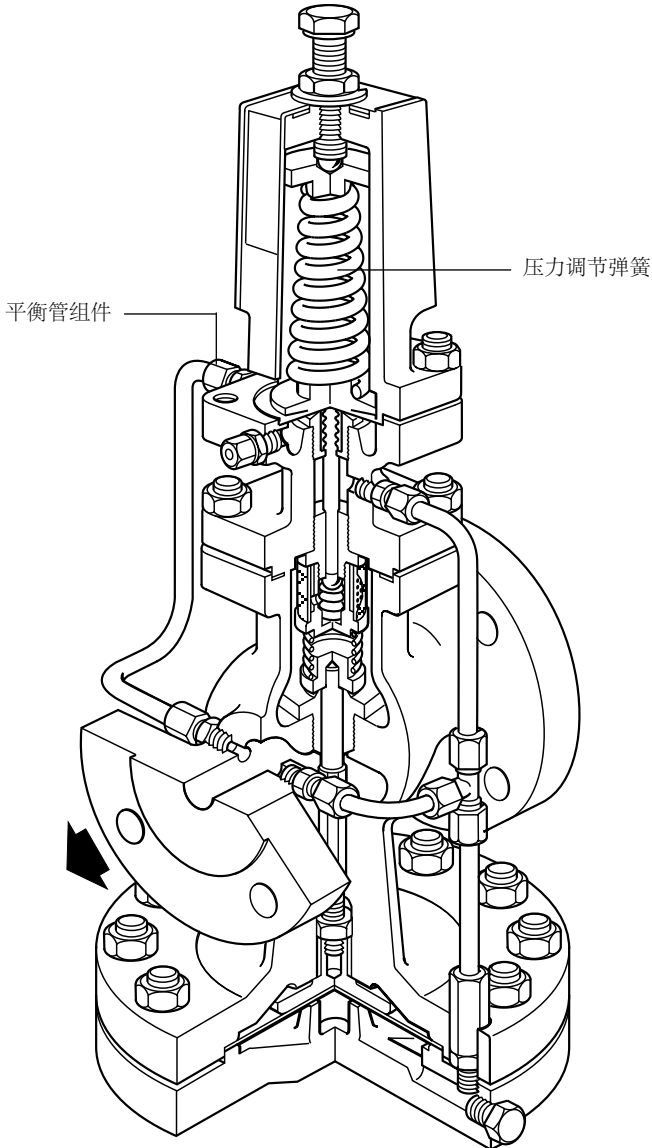

图 1
## 3.1 供货(图 1)说明
7. 保持调节螺栓位置，用扳手旋紧锁定螺母以锁定调节弹簧的设定，用'C'垫圈指示锁紧位置(图1)。